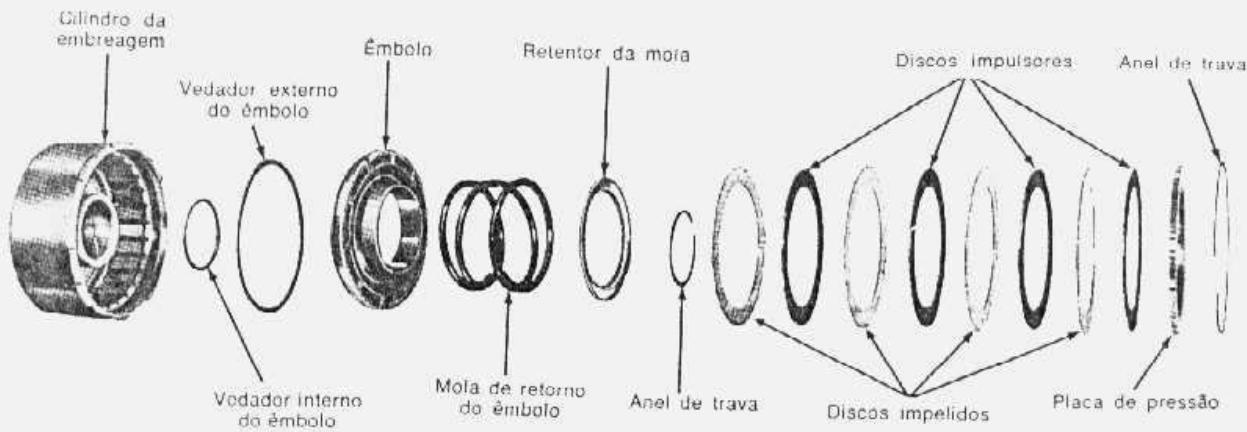

fig. 74 — embreagem de marcha-à-ré e alta desmontada - típica
2. Remover a placa de pressão e os discos impulsionadores e impelidos da embreagem (fig. 74). Se os discos de composite da embreagem forem reapro-
6. Remover o vedador externo do êmbolo, do sulco no diâmetro externo do mesmo, e o vedador interno do êmbolo, do cubo do cilindro da embreagem (fig. 74).
4. Quando são usados discos de composite novos, deixá-los ficar imersos em fluido para transmissão, durante quinze minutos antes da instalação. Instalar os discos alternadamente, começando com um disco de aço, e em seguida, com um disco de composite (fig. 74). O último disco a ser instalado é a placa de pressão. Quanto ao número correto de discos de embreagem necessários para cada modelo de transmissão, consultar a parte de especificações.
5. Instalar o anel de trava do disco de pressão (fig. 74). Certificar-se de que o anel de trava ficou bem assentado na sua ranhura no cubo da embreagem.